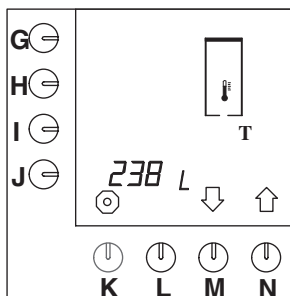

Fig. 49 Tellefunksjon for total vannmengde
- Trykk på valgtasten (N.)↑ inntil fig.49 vises på displayet.